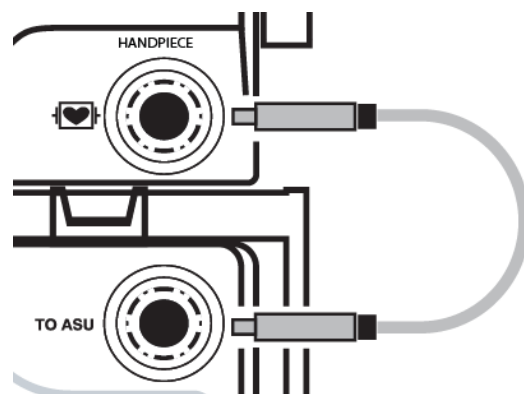

Figura 6: Ligação do cabo de interface de RF (painéis frontais da ASU/ASB)
5. Ligue ambos os conectores às tomadas do dispositivo manual nos painéis frontais da ASU e ASB até ouvir um clique; os conectores estão ajustados para alinhamento (consulte a **Figura 6**).